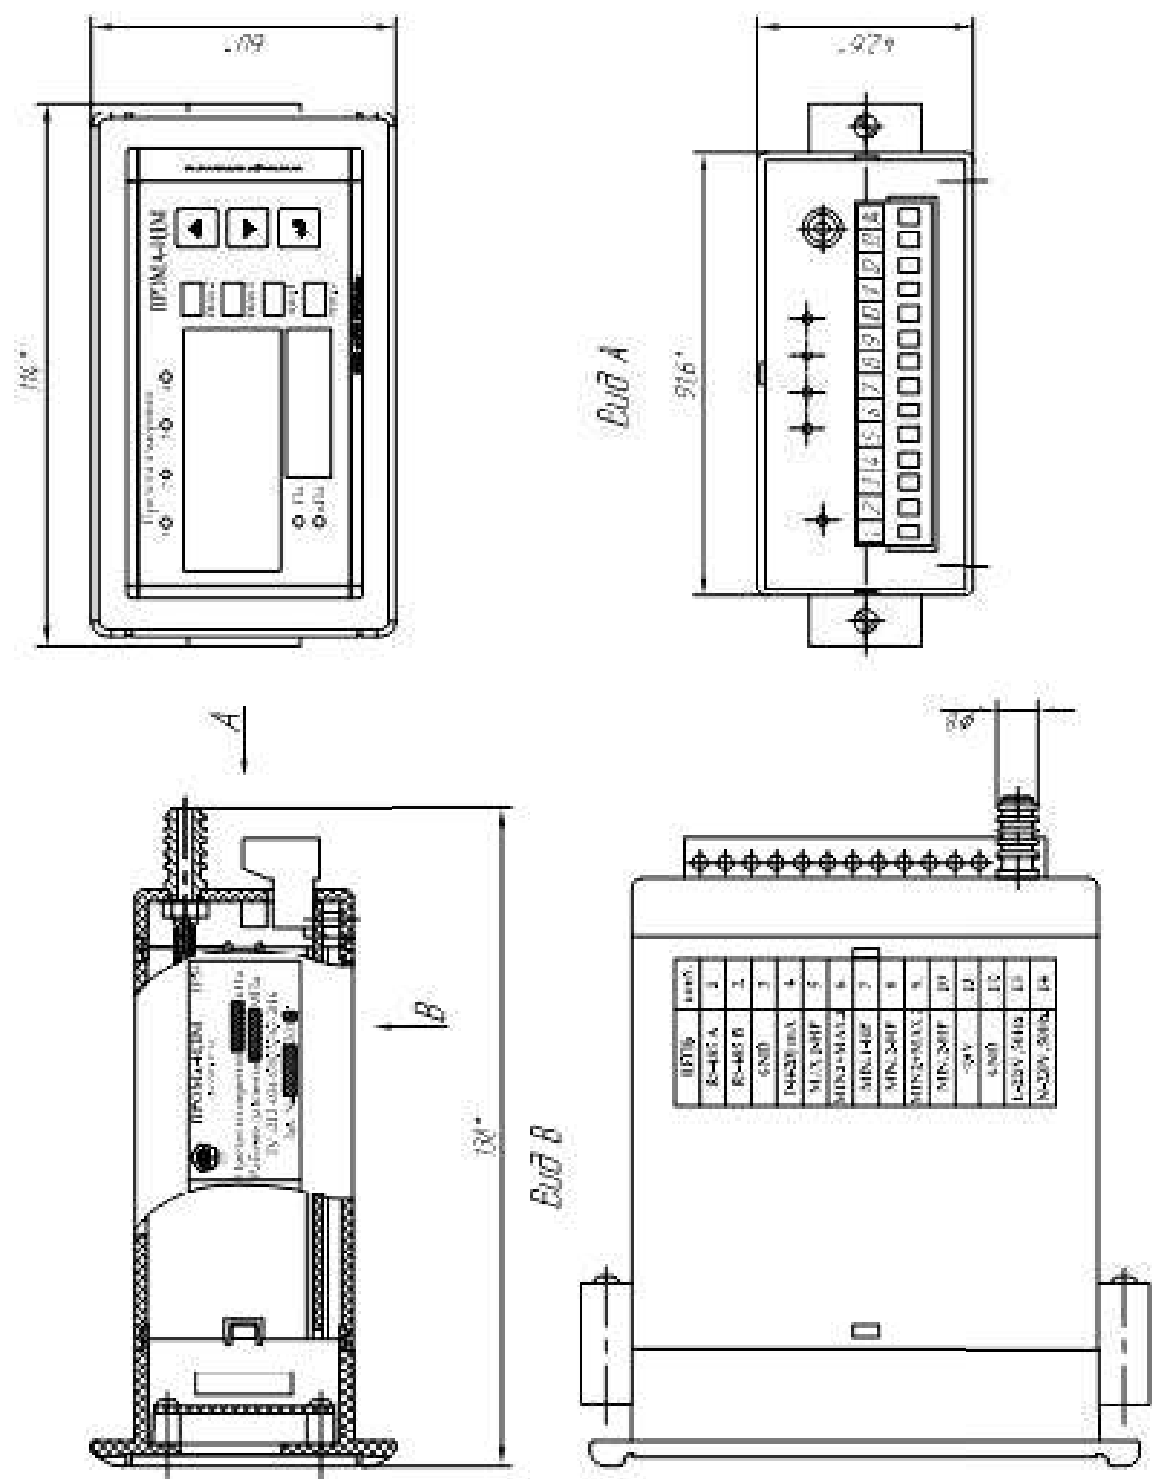

Рис. 1.1. Измеритель Пром-ИДМ-ДИ, ДВ, ДИВ щитовое исполнение.
- Рис. 1.1. Измеритель Прома-ИДМ-ДИ, ДВ, ДИВ Щитовое исполнение. Габаритный чертеж.